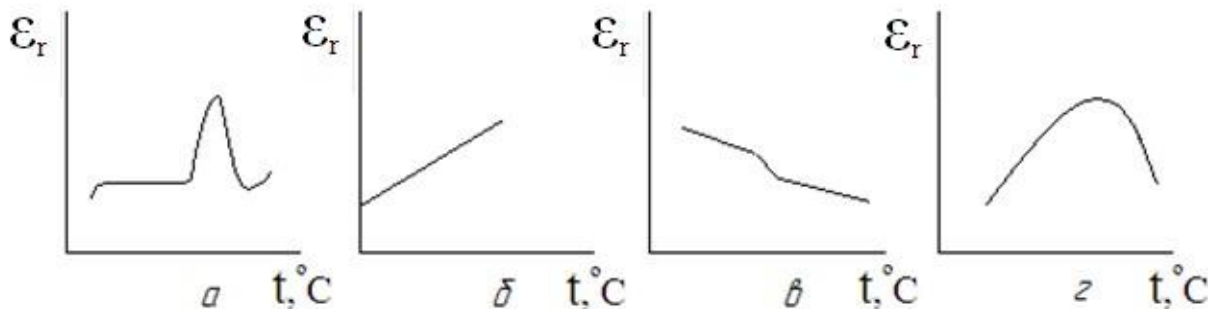

Рис. 1.4
Вопрос 1.8. На рис. 1.4 приведены кривые зависимости диэлектрической проницаемости от температуры для твердых диэлектриков с различной механической поляризацией. Укажите, которая кривая соответствует материалу со спонтанной поляризацией?
1. Рис. 1.4, а.
2.Рис. 1.4, б.
3.Рис. 1.4, в. 4. Рис. 1.4, г.